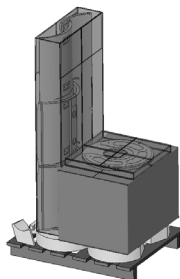

FIG. 2 - IMBALLO REFRATTARIO E SCATOLA CON FIANCHI, CERAMICHE E TOP (STUB OVERNIGHT)
- Un bancale contenente le parti in refrattario, la scatola in cartone contenente i fianchi, la scatola contenente le ceramiche e la scatola contenente il top Fig.2/3.